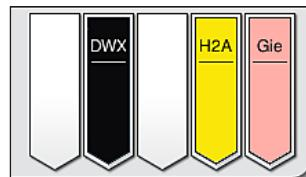

図 89
- ラックは、染色処理終了後に取り出用待機槽（→「図19-4」）の空いた場所に移されます（→「図89」）。処理の終了は、情報メッセージと信号音でユーザーに通知されます。